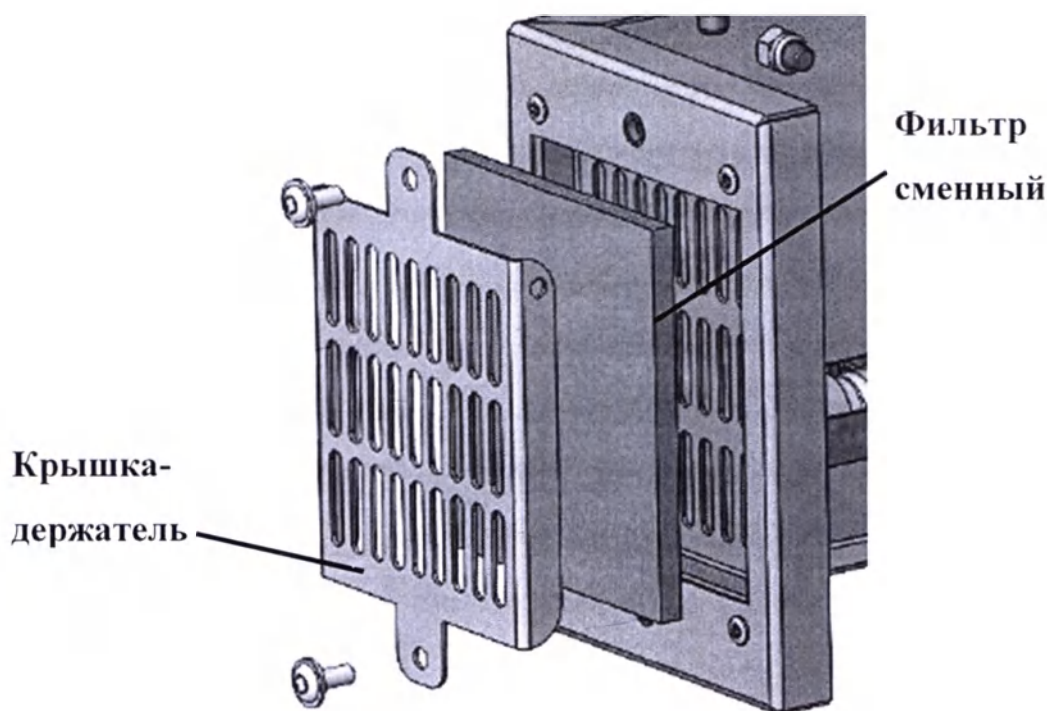

Рисунок 3 – расположение фильтра
- Снять крышку-держатель, открутив винты М4х10 (Рис. 3)